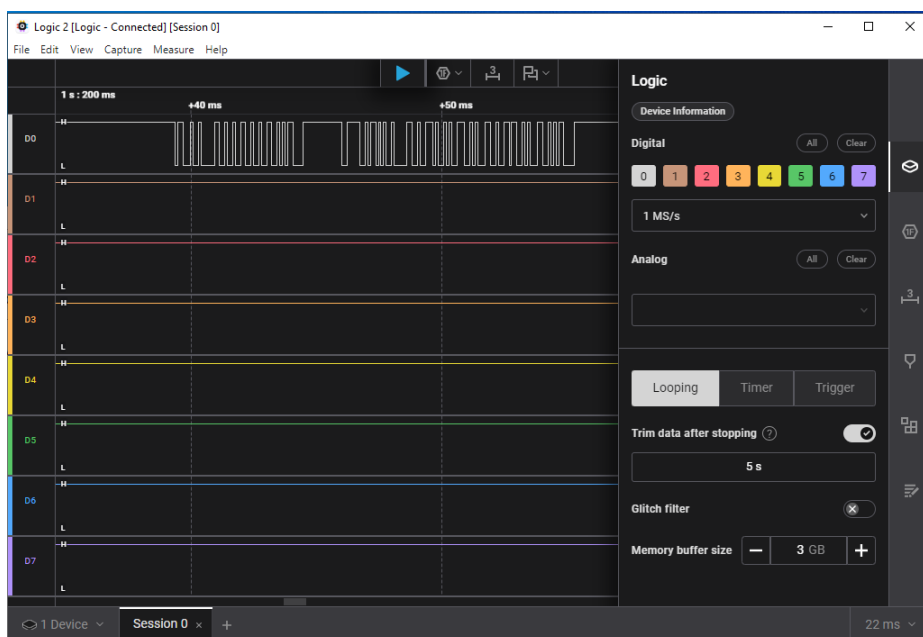

Рис. 4.11 Вікно логічного аналізатора
4.2.5.2. Запустити програму Logic 2.4.1, після чого на екрані монітора з'явиться вікно логічного аналізатора (рис. 4.11).
4.2.5.3. Запустити режим вимірювання сигналу на вході логічного аналізатора, натиснувши кнопку *RUN*  (рис. 4.11).
4.2.5.5. Зупинити режим вимірювання сигналу на вході логічного аналізатора, натиснувши кнопку *STOP* (■) (рис. 4.11).
4.2.5.6. За допомогою миші повернути на екран (рис. 4.11) зображення послідовних кодів команди та відповіді на відповідних каналах (рис. 4.12). Скопіювати їх для подальшого аналізу.